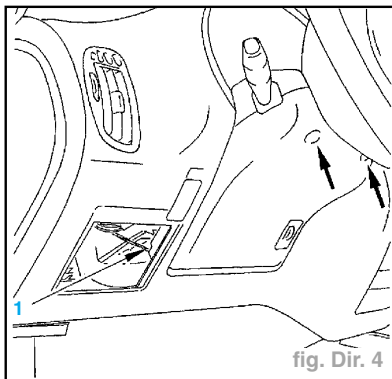
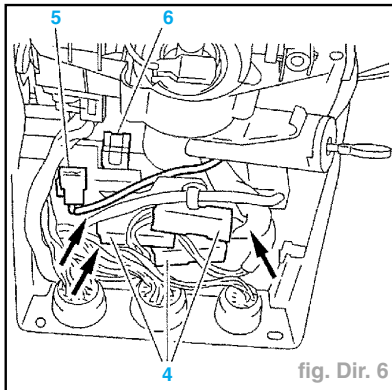

fig. Dir. 4
fig. Dir. 6
- Déposer (fig. Dir. 4) :
- la vis de fixation (1) du cadran de direction.
- Dégager, latéralement, le cardan (2) de la queue du pignon de direction.
- Déverrouiller et débrancher les connecteurs (4) (fig. Dir. 6).
- Rebrancher les connecteurs (4) (fig. Dir. 6).
- Connecter le faisceau "airbag" (5).
- Reposer (fig. Dir. 4) :
- déposer la vis (1) de fixation du cardan de direction (fig. Dir. 4),